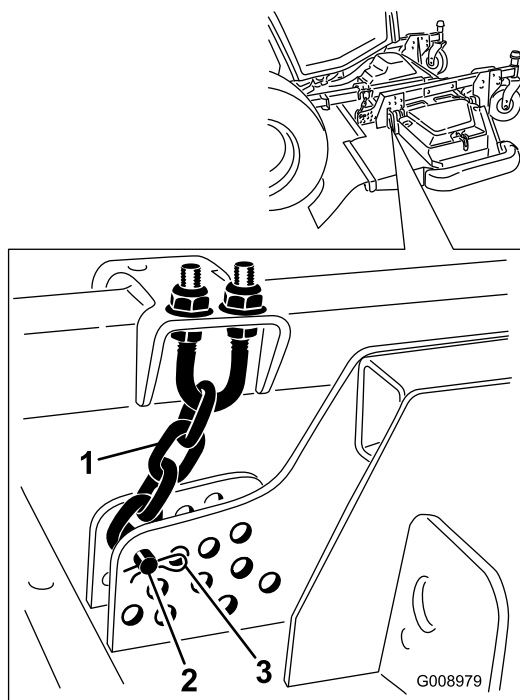

Figura 18
9. Togliete la coppiglia e il perno con testa che fissano le catene dell'altezza di taglio sul retro del piatto di taglio (Figura 18).